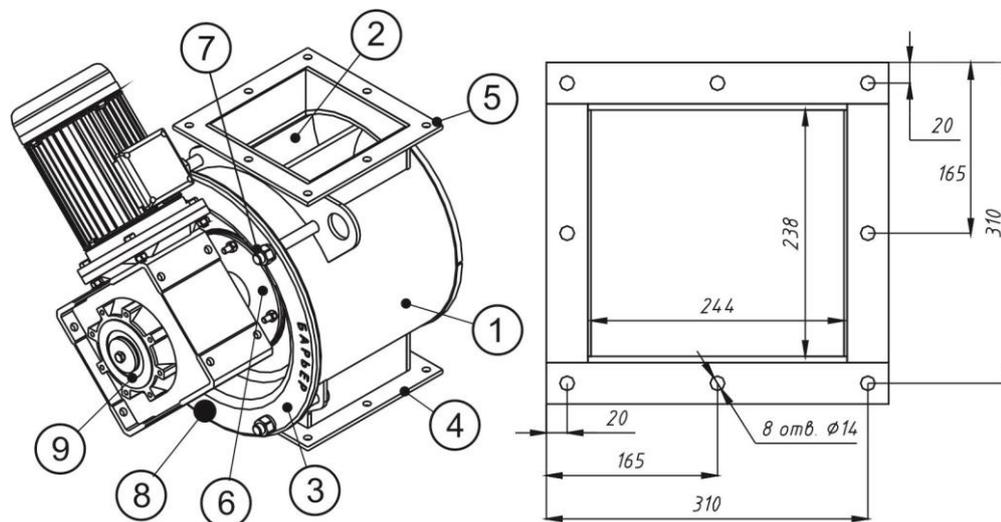

Рис. 14 Шлюзовой затвор выдачи готового продукта.
Шлюзовой затвор (Рис. 14) состоит из: корпуса (1), ячейкового ротора с эластичными лопастями (2), крышки корпуса (3), разгрузочного патрубка с присоединительным фланцем (4) (на Рис. 14 показан справа), загрузочного патрубка с присоединительным фланцем (5), резинового диска-уплотнителя, установленного под фланец приводного узла (6), самоконтращихся гаек (7) крышки корпуса, регулировочного болта (8) положения крышки корпуса, мотор-редуктора (9).